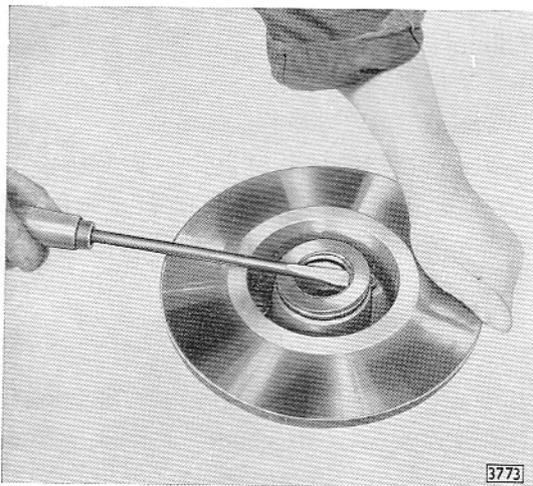

Bild 63 - Dichtring herausheben
1. Dichtring, wie in Bild 63 gezeigt, mit breitem Schraubenzieher aus Vorderradnabe herausheben und Kegelkägig des inneren Radlagers herausnehmen.